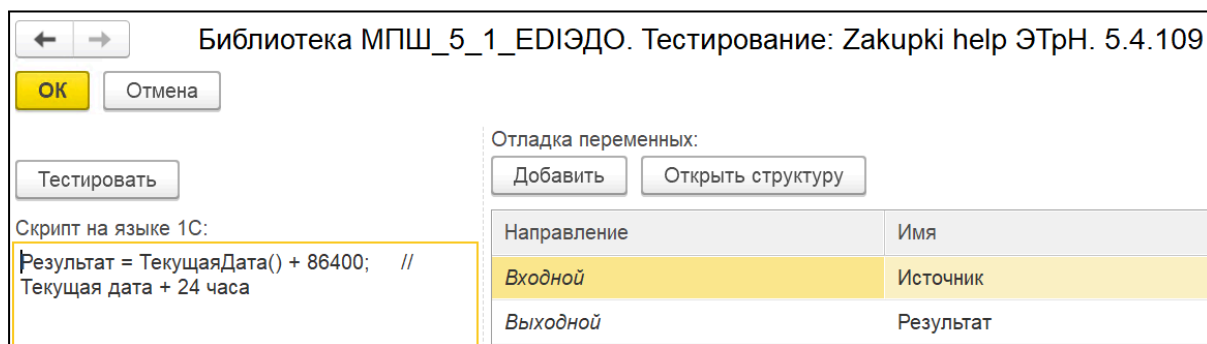

Рис. 45. Пример скрипта для поля «ПередачаГруза/ВремяПодачи/План/Время»
4. В поле «Скрипт на языке 1С» введите код (рис. 45). Пример скрипта: